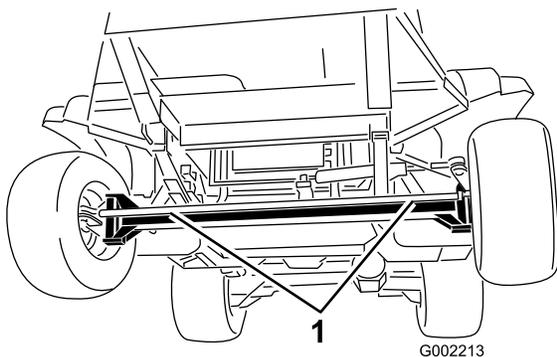
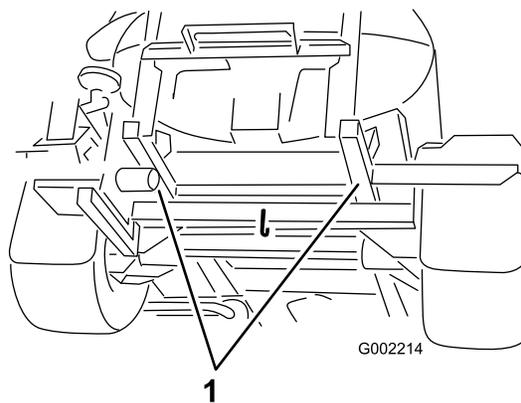

Figura 56
Figura 57
4. Ate um cabo de reboque ao chassis; consulte os pontos de reboque dianteiros e traseiros (Figura 56 e Figura 57).